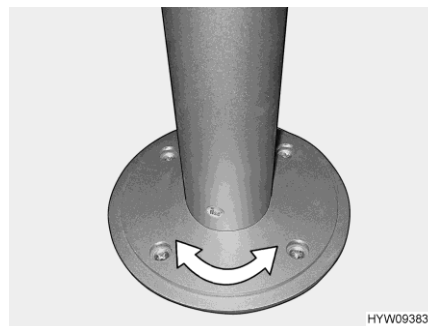

Fig. 91 Pied de table colonne (pivotant)
- Tourner le plateau de table dans la position désirée. Un certain effort est pour cela nécessaire car le plateau de table tourne dans le sens inverse de la résistance au frottement sur le pied de table colonne (Fig. 91).